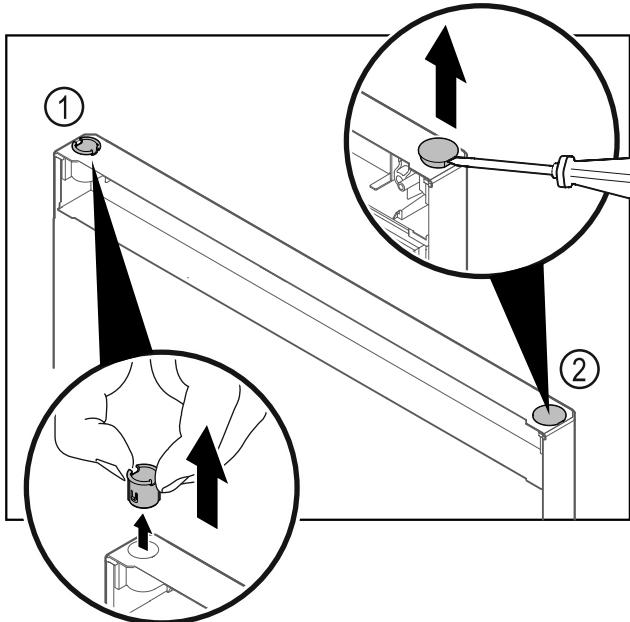

Fig. 20
- Izvucite čahuru šarke Fig. 20 (1) prstima.
- Odvijačem s ravnom glavom oprezno podignite čep Fig. 20 (2) i izvadite ga.